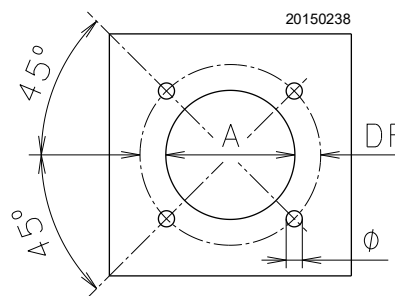

Fig. 14
Găuriți placa de închidere a camerei de ardere ca în Fig. 14. Poziția găurilor filetate poate fi urmărită folosind ecranul termic furnizat împreună cu arzătorul.
- Glisați întregul arzător pe orificiul cazanului pregătit anterior (Fig. 14) și fixați-l cu șuruburile furnizate.